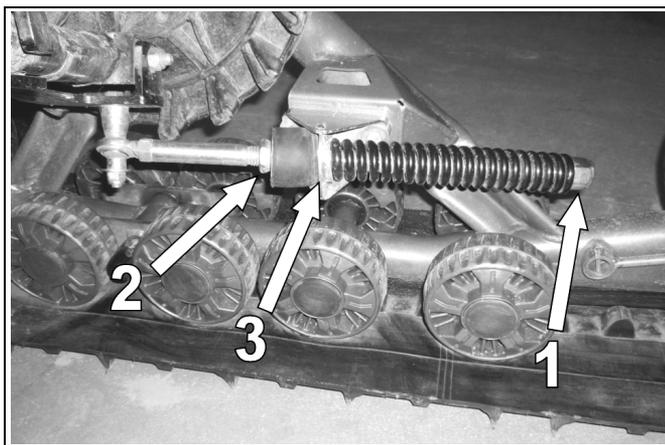

Figure 8
- Desserrer l'écrou (1) comprimant le ressort du bras stabilisateur (voir la Figure 8).
- Tourner l'écrou (2) jusqu'à ce que l'amortisseur de caoutchouc soit en contact avec l'attache anti-pivot (3) et comprimer ensuite l'amortisseur de caoutchouc en tournant l'écrou (2) d'un tour.
- Tourner l'écrou (1) jusqu'à ce qu'il vienne en contact avec le ressort. Comprimer ensuite le ressort en tournant cet écrou de 4 tours.